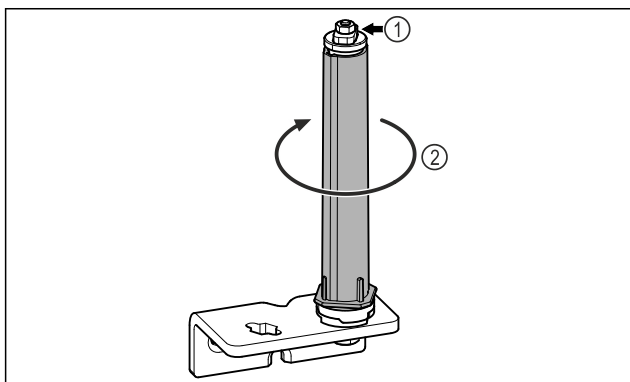

Fig. 22
- ▶ Не разбирайте систему закрытия двери Fig. 22 (1).
- ▶ Поворачивайте систему закрытия Fig. 22 (2) до щелчка.